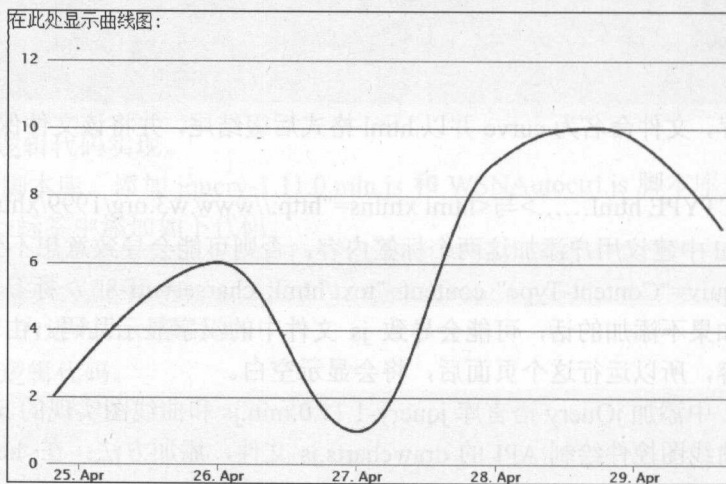

图 2.56 曲线图页面显示
(5) 保存 `curve.html`，然后双击 `curve.html` 文件访问该页面，显示效果，如图 2.56 所示。